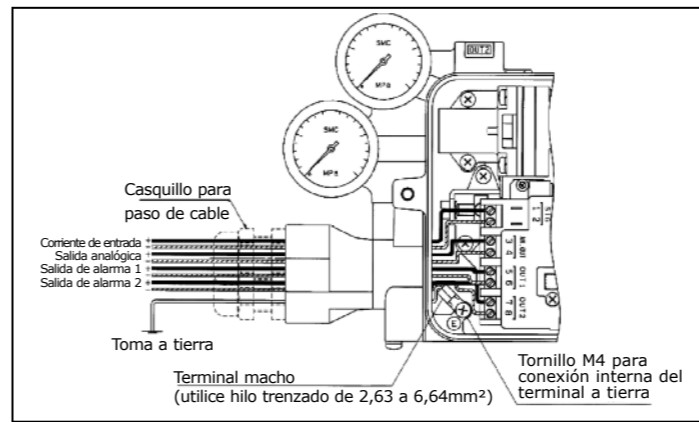

Fig. 8
- 2) Conecte el cableado de corriente de entrada desde un medidor de ajuste (controlador) y conecte el cableado de salida como se muestra a continuación en la Fig. 8. La conexión de entrada de la conexión eléctrica dispone de un conector de cable (azul) M20x1.5.